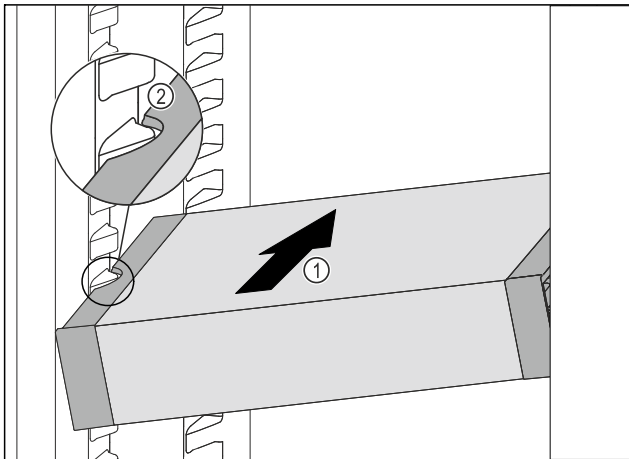

Fig. 129
- ▶ VarioSafe zasúvajte šikmo do chladničky Fig. 129 (1), kým sa bočné vybrania Fig. 129 (2) VarioSafe nebudú nachádzať vo výške rebra nádoby v chladničke.